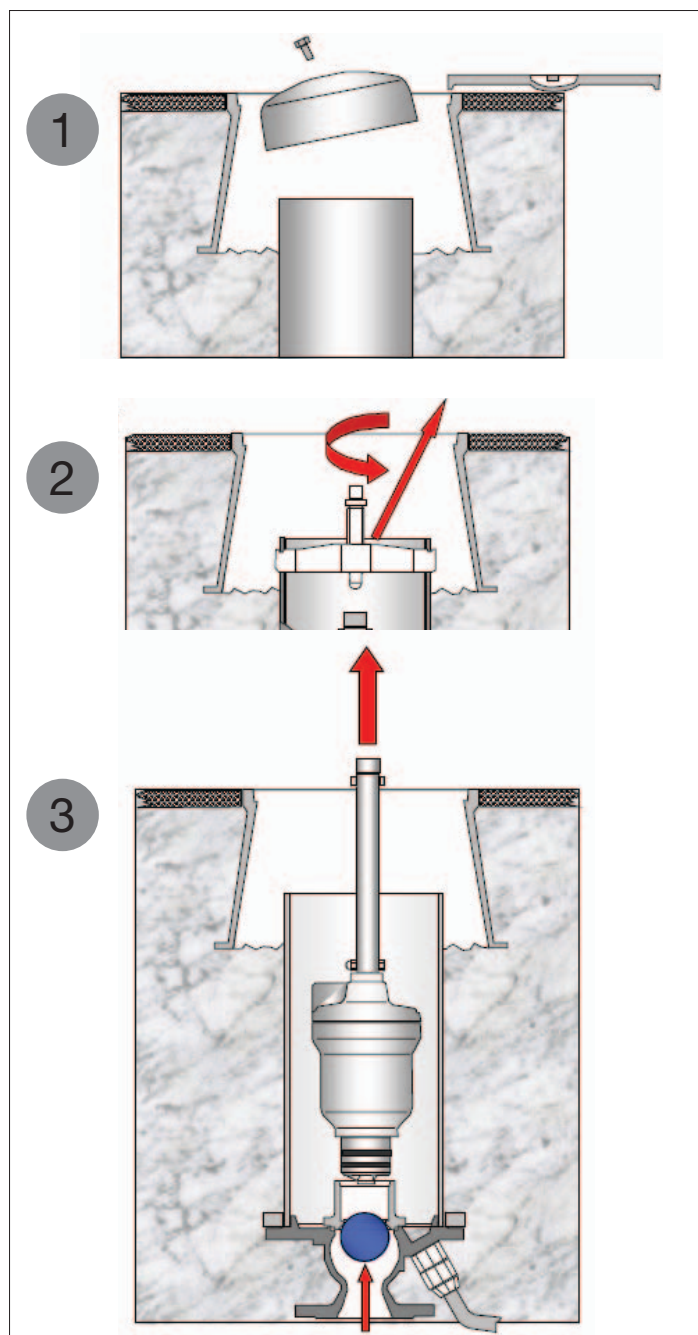

Рис. 9: Демонтаж клапана VAG DUOJET
- 1: Открыть ковер. Ослабить крепежный винт (M8, SW13) и снять куполообразную крышку (рис.9).
- 2: Выкрутить прижимной шпindel (инструмент: 12-гранная торцевая головка SW22), пока Воздушный клапан VAG DUOJET® со шпинделем не пройдет через уплотнение под действием внутреннего давления трубопровода.(рис.9).
- 3: Поднять клапан VAG DUOJET® за напорную трубку. Обрезиненный поплавок-шарик закроет систему автоматически (см. раздел 6.4) (рис. 9).